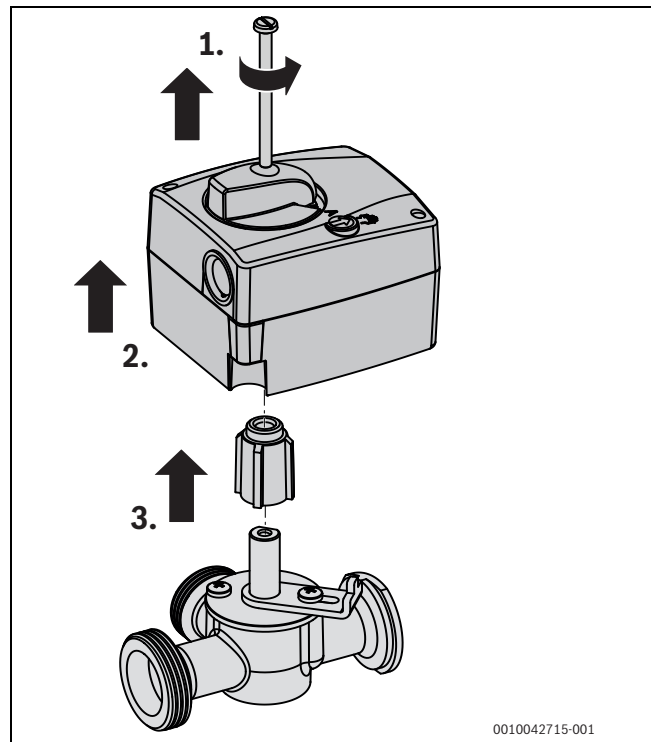

Bild 34 Mischermotor abnehmen
- ▶ Schraube im Drehschalter entfernen und Motor mit Mitnehmerhülse abnehmen (→ Bild 34).